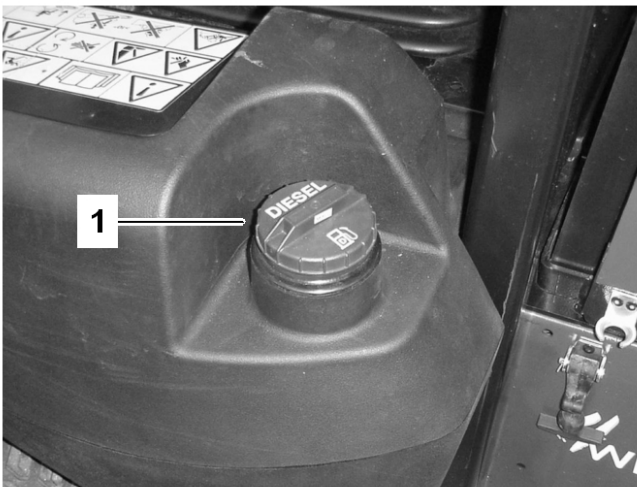

Figura 25
2. Retire el tapón del depósito de combustible (Figura 25).